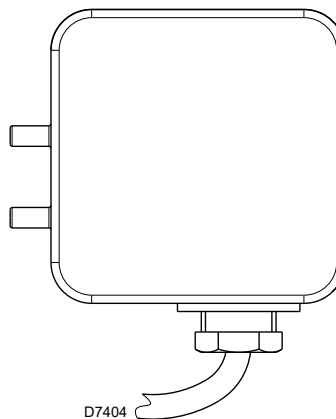

Fig. 24
- Regolare il pressostato aria (Fig. 24) ad inizio scala.
Eseguire la regolazione del pressostato aria dopo aver effettuato tutte le altre regolazioni del bruciatore con il pressostato aria (Fig. 24) regolato a inizio scala.